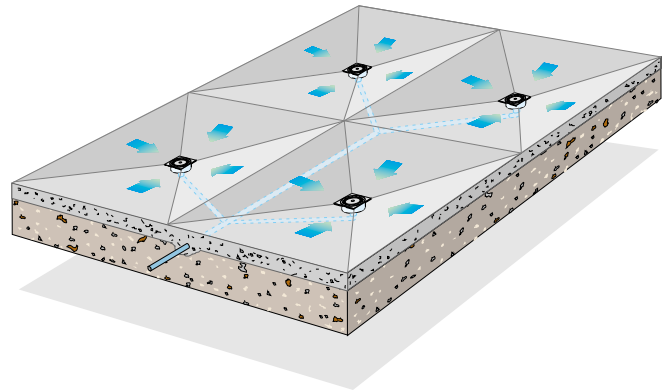

Fig. 1
Questa metodologia, se applicata installando accessori di raccolta dalle dimensioni ridotte, come i Chiusini (vedi Fig.1), consente minime profondità di scavo, rendendo particolarmente agevole l'installazione di drenaggio in ambienti con limitata profondità utile di posa, come terrazzi, garage, ecc.. . L'utilizzo dell'evacuazione per punti, può essere prescelto anche per puri motivi estetici, in quanto è possibile, con un'accurata messa in opera, posizionare i punti di raccolta in zone poco visibili e comunque sempre circoscritte.
- Si suddivida l'area interessata in tanti "quadrati" quanti sono i punti di drenaggio (Fig.1).